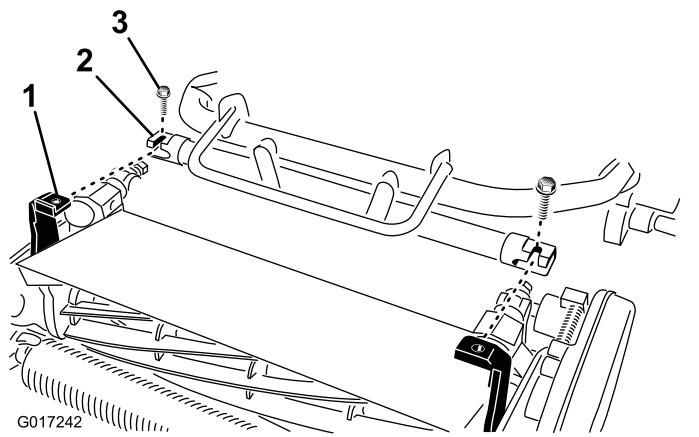

図 8
4. マシンのフレームを前進させて、カッティングユニットのピボットアームに接続する図8。
5. マシンのフレームをカッティングユニットのピボットアームに固定するボルト $\frac{3}{8} \times \frac{3}{4}"$ 2本を使用する図8。